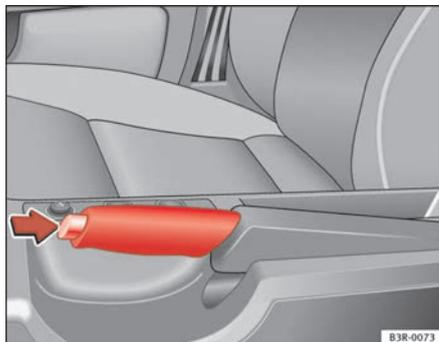

Fig. 141 Pormenor da consola central: Travão de mão puxado
- Puxe ligeiramente a alavanca do travão de mão e prima ao mesmo tempo o botão de bloqueio ⇒ **fig. 141** -seta-.